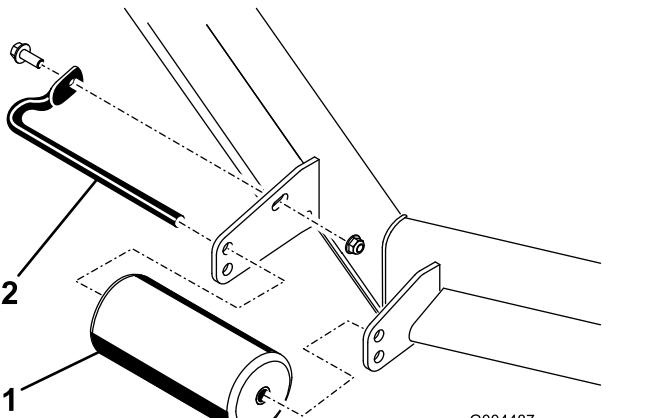

Figura 7
- Retire os fixadores prendendo cada rolo no seu cortador e move os rolos para cima ou para baixo, como desejar (Figura 7).